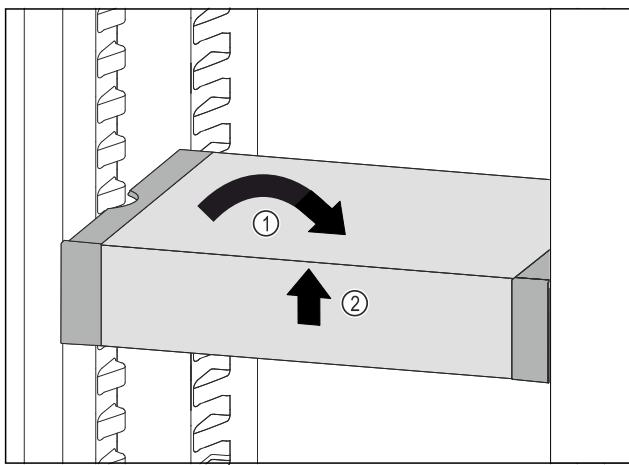

Fig. 79
- VarioSafe postavte rovně. Fig. 79 (1)
- VarioSafe vpředu zvedněte. Fig. 79 (2)